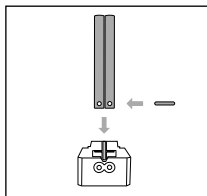

Fig. 2
- ◆ Unire due aste di guide **7**, con il lato arrotondato l'una verso l'altra, e far scorrere un'asta distanziatrice **14** nelle due aste di guida **7** (vedere fig. 2).
- ◆ Inserire le due aste di guida **7** nell'elemento guida lama A **9** (vedere fig. 2).